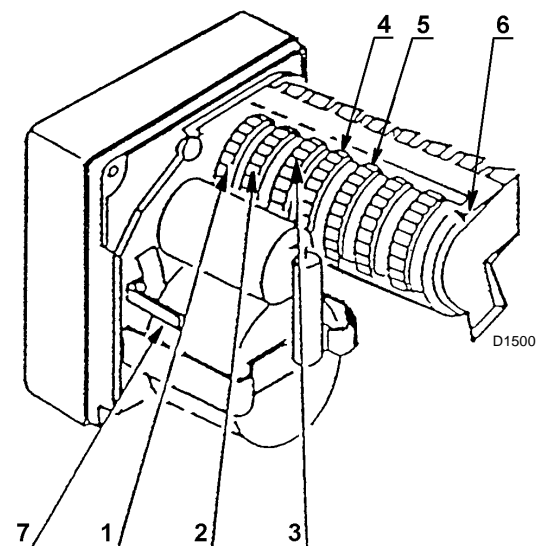

Fig. 26
Il servomotore (Fig. 26) regola contemporaneamente, tramite rinvii, portata e pressione dell'aria, e portata del combustibile in uso. E' dotato di camme regolabili che azionano altrettanti commutatori.
Legenda (Fig. 26)
- 2 Verificare che l'eccentricità della camma olio sia tale da far effettuare una corsa di circa 8 mm all'alberino del modulatore olio. Normalmente, con una corsa di 8 mm dell'alberino, si ottiene la variazione della pressione necessaria alla modulazione della potenza da minimo a massimo. Per effettuare questa verifica ruotare manualmente la camma dopo aver sbloccato il servomotore per mezzo della leva 7)(Fig. 26 a pag. 27) in modo che la corsa dell'alberino non sia esagerata o insufficiente. Al termine della verifica ricordarsi di bloccare il servomotore.